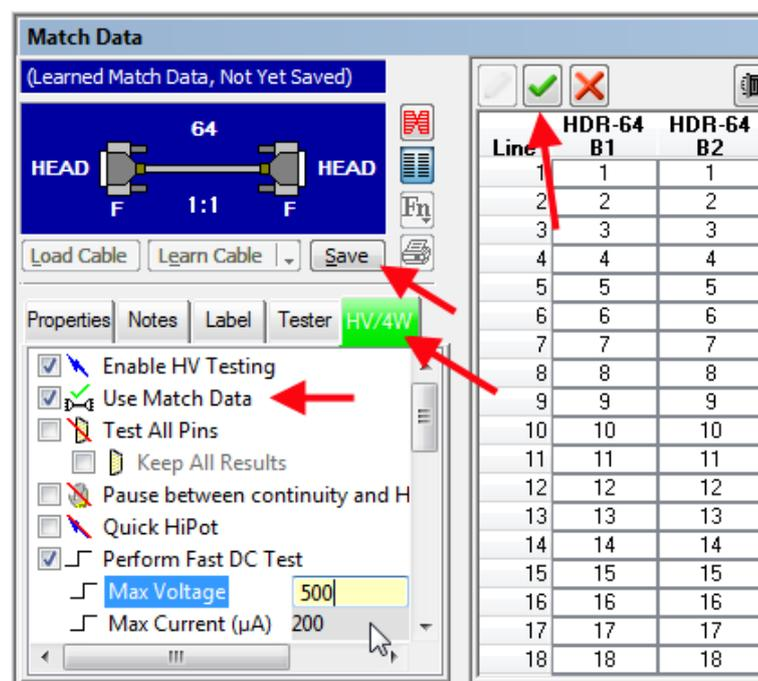

Bild 18: Match Data (1)
Für jedes neue Kabel, das Sie einlernen, klicken Sie auf die Registerkarte (siehe „**Bild 18: Match Data (1)“ auf Seite 29**), um die benötigten Testarten und Spannungen festzulegen. Die Optionen, die Sie hier sehen, nehmen zunächst die Standardwerte an.